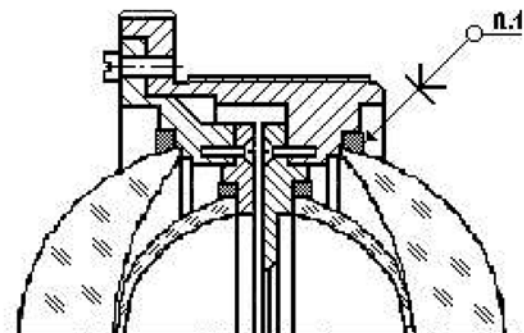

Рис. 2. Крепление линз объектива приклеиванием
- возможность закрепления линз, крепление которых традиционными способами затруднено, например: крепление линз малого диаметра (< 6 мм), с крутыми радиусами кривизны и тонкими краями (рис. 2), при некруглой форме базовых поверхностей и др.;